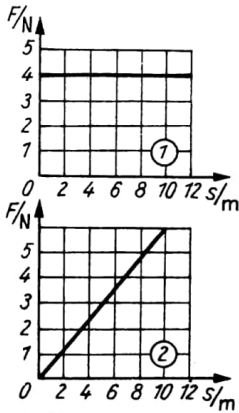

Bild 36
3.36 Gegeben sind die bei zwei Bewegungsvorgängen eines Körpers ermittelten F,s -Diagramme 1 und 2 (Bild 36). Ermitteln Sie für jeden Vorgang 1. die zugehörige Funktionsgleichung und 2. die Arbeit, die bei einer Verschiebung des Körpers um 10 m verrichtet wird.